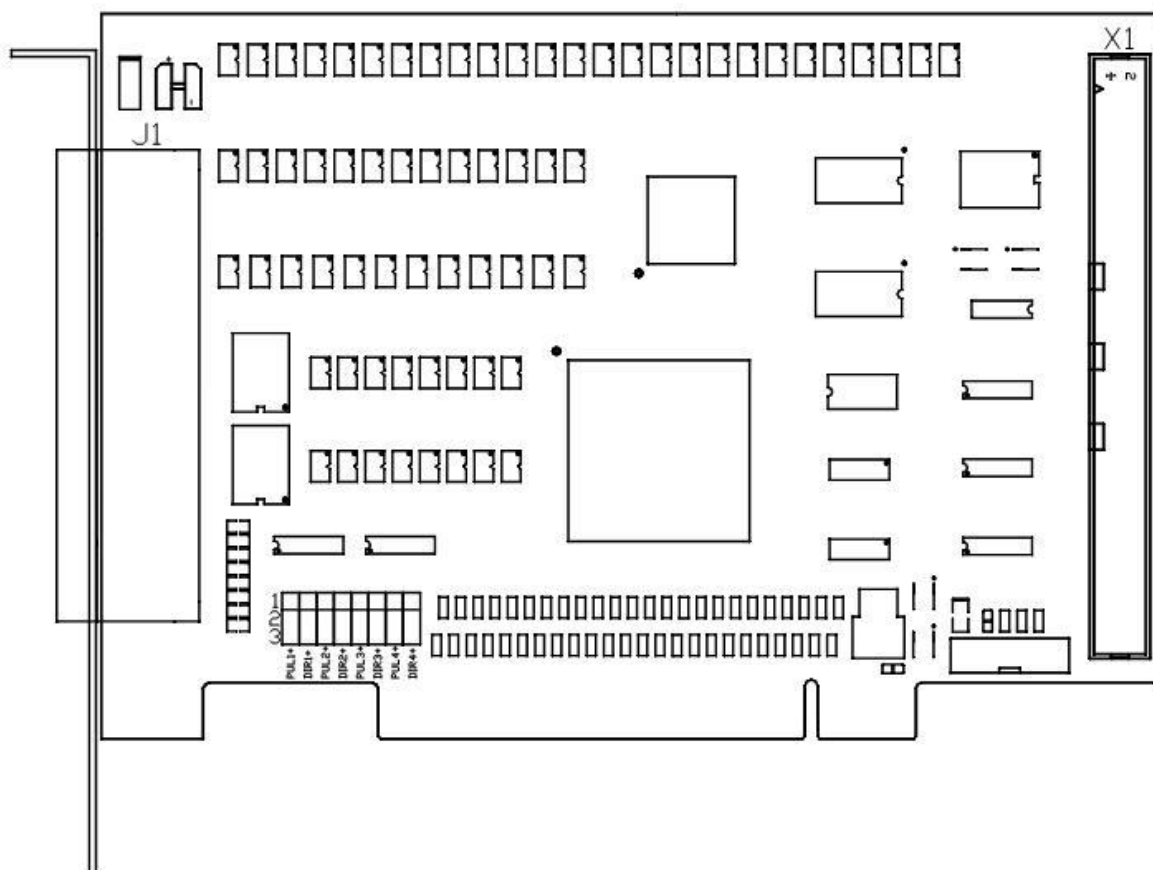

图 2-1 HY-1800 运动控制卡接口分布
1. HY-1800 运动控制卡接口分布如图 2-1 所示。